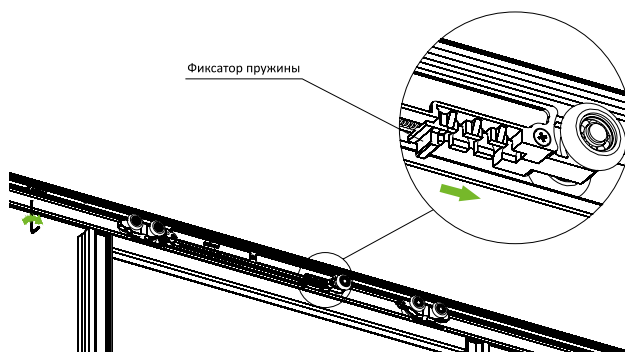

Рис.4
**4** Отрегулируйте положение ответной планки и закрепите ее с помощью шестигранного ключа. Скорость срабатывания доводчика можно изменить, переставляя фиксатор пружины (рис. 4).\*